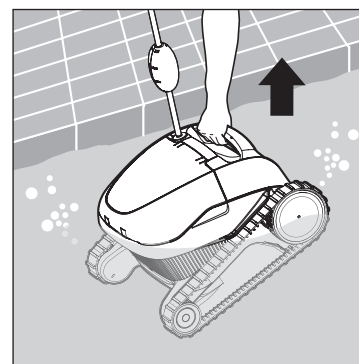

Figure 7
3. Sortez le nettoyeur de l'eau en le tenant par la poignée. Voir **Figure 7**.